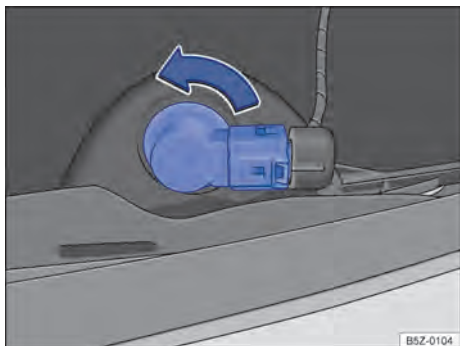

Fig. 180 Atrás do para-choque traseiro: acesso à lâmpada incandescente da lanterna de neblina (somente lado esquerdo).
3. Girar o soquete da lâmpada **⇒** Fig. 180, no sentido anti-horário da seta, e desencaixá-lo do alojamento.